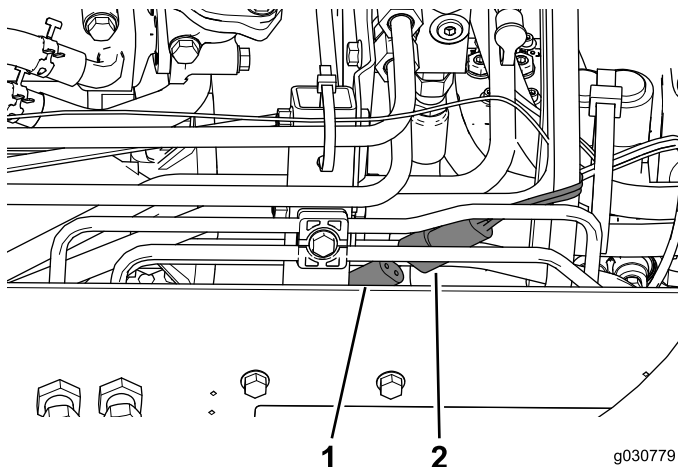

Figure 48
2. Branchez le connecteur d'alimentation de la cabine au connecteur sur le côté droit de la machine (Figure 48).